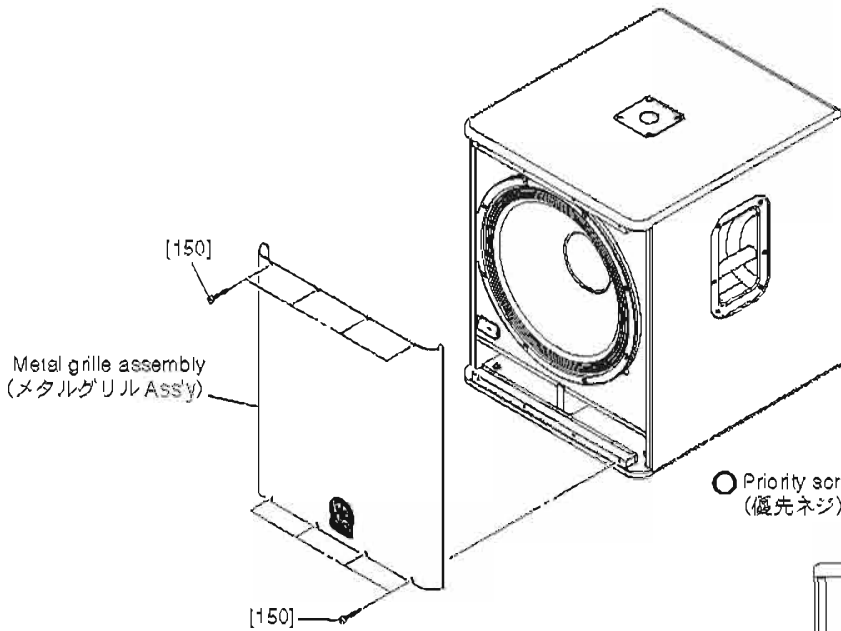

Fig. 1 (図 1)
1-1. Remove the eight (8) screws marked [150]. The metal grille assembly can then be removed (Fig. 1)
1-1. [150] のネジ 8 本を外して、メタルグリル Ass'y を外します。(図 1)